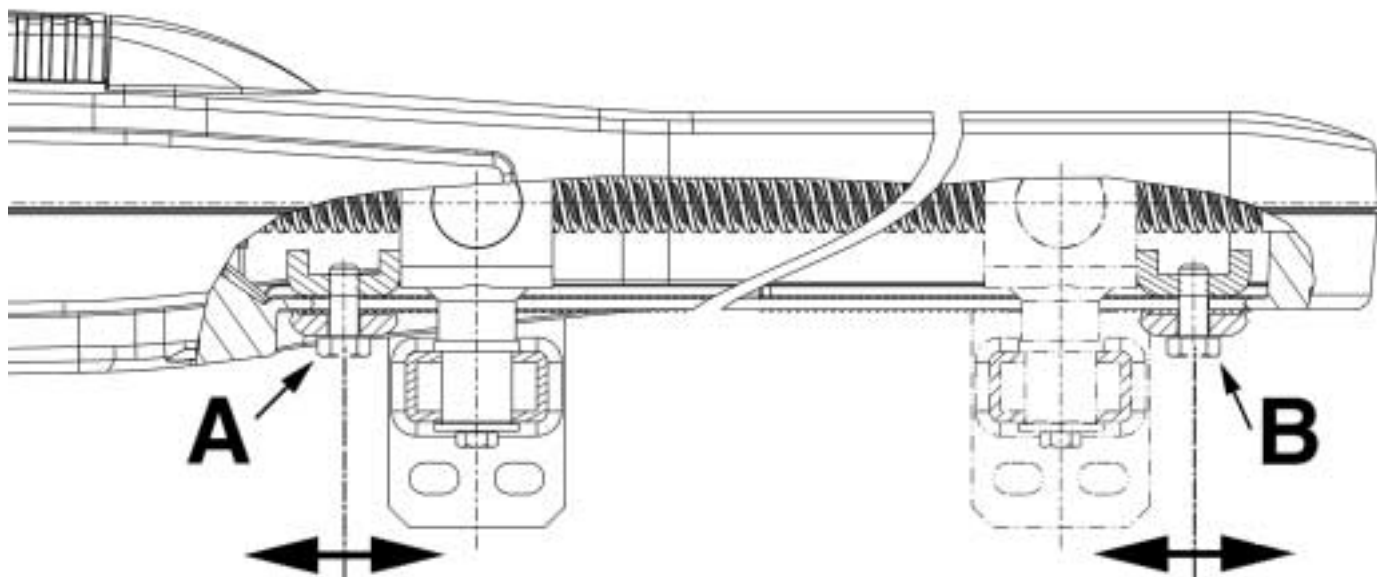

Fig. 9
Pour positionner les colliers, il est nécessaire agir selon les indications du schéma (Fig. 9). Pour obtenir l'ouverture désirée, il suffit de déplacer le collier (A) et de le bloquer avec une clé n°13. Pour obtenir la fermeture désirée, il est nécessaire de déplacer le collier (B) (OPTIONAL).